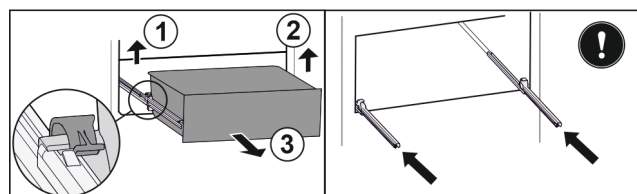

Fig. 116
- ▶ Sollevare il morsetto sinistro e allo stesso tempo tirare in avanti il cassetto sinistro. Fig. 116 (1)
- ▶ Sollevare il morsetto destro e allo stesso tempo tirare in avanti il cassetto destro. Fig. 116 (2)
- ▶ Rimuovere il cassetto tirandolo in avanti. Fig. 116 (3)